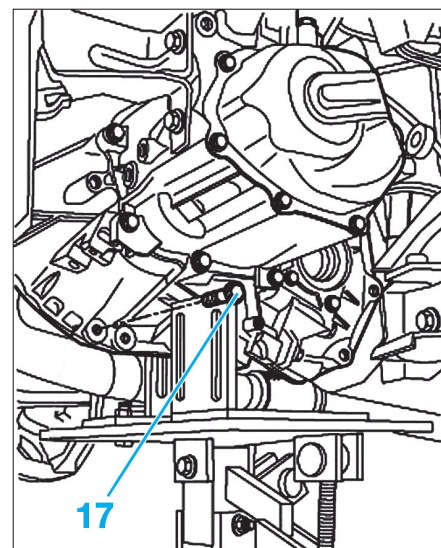

Fig. 13
- Déposer les vis de fixation (17) de la boîte de vitesses (Fig.13).